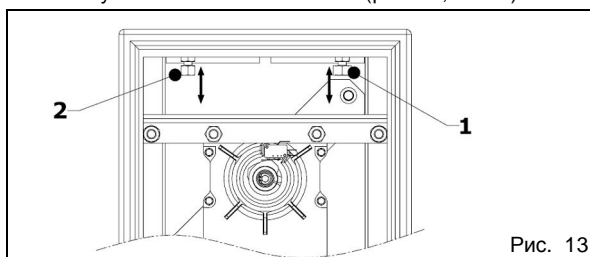

Рис. 13
- Отрегулировать положение механических упоров (рис. 13, поз. 1 и 2).